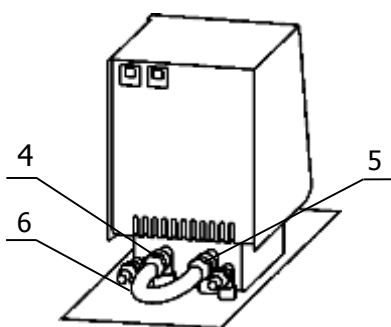

Рисунок 3 — Установка перемычки
2.2.5 Соединить шлангом-перемычкой 6 (рисунок 3) из комплекта поставки термостата входной 4 и выходной 5 штуцеры насоса блока регулирования. Закрепить перемычку на штуцерах, используя хомуты из комплекта поставки термостата.